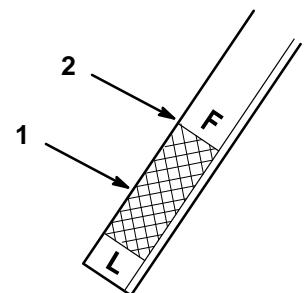

Figure 46
5. Insérer la jauge à fond dans le goulot de remplissage (Fig. 5). Retirer la jauge et lire le niveau d'huile sur l'extrémité métallique. Quand la transmission est froide, le niveau doit arriver dans la plage spécifiée sous le repère du plein, "F" (Fig. 46).
6. Si le niveau d'huile est bas, rajouter lentement juste assez d'huile détergente SAE 10W-30 dans le goulot de remplissage pour amener le niveau au repère du plein (F).